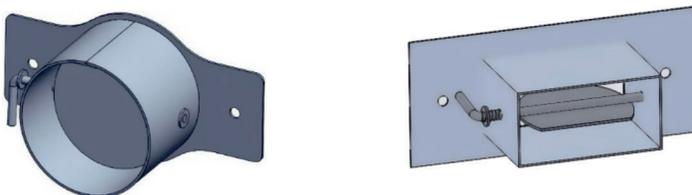

Рис.2. Варіанти виходу димоходу
3.5. На задній стінці корпусу (крім моделі КП-10) передбачена можливість підключення виходу димоходу (круглого або прямокутного перерізу) котла до димового каналу (Рис. 2); збоку з обох сторін у нижньому кутку фланець - для прийому води з опалювальної системи (7), у верхньому кутку фланець - для подачі води в систему (6).